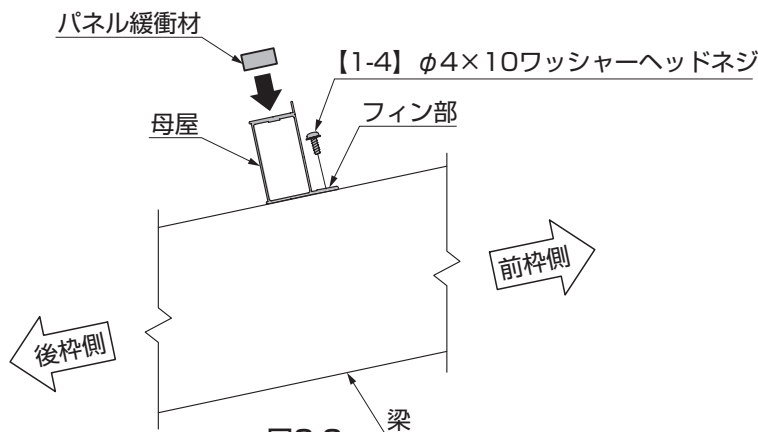

図3-2
②パネル緩衝材を母屋の切欠きと切欠きの間に貼付けてください。
③前枠側にフィン部を向けて、母屋を梁に【1-4】で取付けてください。(図3-2参照)